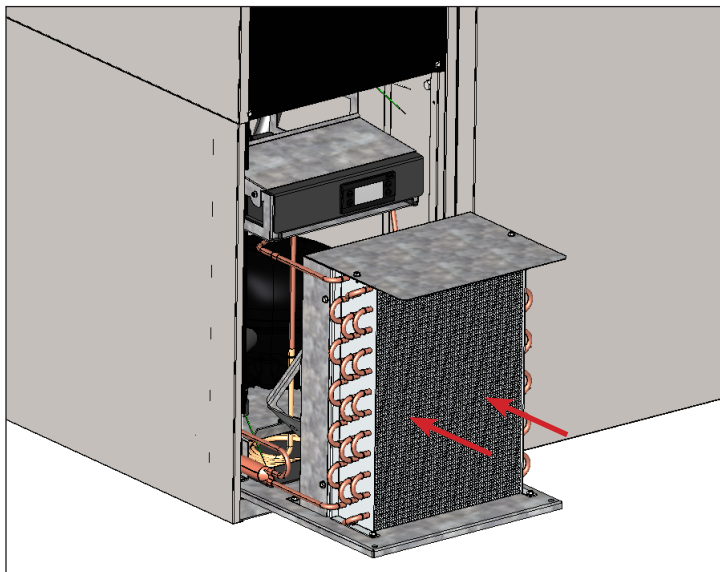

Fig. 6. Deslice cuidadosamente la unidad de condensación a su posición inicial y sustituya los pernos.
9. Vuelva a instalar los soportes del serpentín (si aplica). Deslice cuidadosamente el conjunto del compresor a su posición y vuelva a colocar los pernos. Véase la fig. 6.